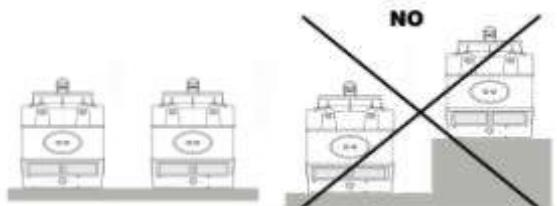

Fig. 22
- f) In case of an installation of several towers, these towers must be installed at the same height, because, otherwise, the tower in a higher position could draw the saturated air coming from the tower located in a lower position (Fig 22).
- f) Dans le cas où on va installer plusieurs tours, celles-ci devront être installées à la même hauteur, puisque, dans le cas contraire, la tour la plus haute pourrait aspirer l'air saturé de la tour située plus bas (fig. 22).
- f) En el caso de que vayan a instalarse varias torres, éstas deberán instalarse a la misma altura, ya que de lo contrario, la torre a mayor altura podría aspirar el aire saturado de la torre situada más abajo (fig. 22).